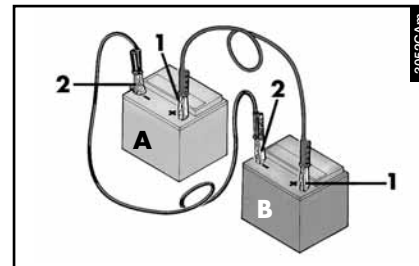

fig. 96
Si la batería está descargada, se puede arrancar el motor utilizando una batería auxiliar (**B-fig. 96**) que tenga las características eléctricas equivalentes a las de la batería original (**A-fig. 96**) (véase capítulo "Características técnicas").
– Conectar con un cable auxiliar los bornes positivos (**1-fig. 96**) de las dos baterías (signo + a la altura del borne).